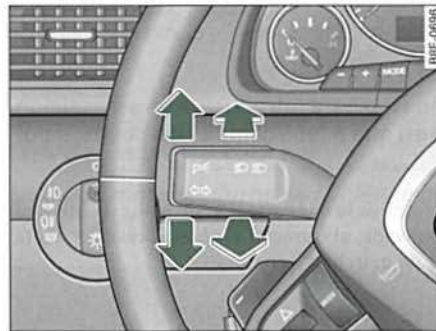

Fig. 70 Palanca de los intermitentes y de la luz de carretera
- Desplace la palanca hacia arriba hasta el tope $\Rightarrow$ fig. 70 para poner el intermitente de la derecha o bien hacia abajo, para el de la izquierda.